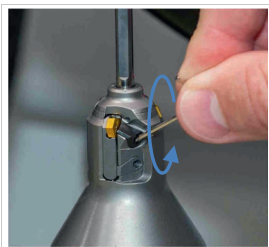

Abb. 10: Spannschraube lösen
2. Die Spannschraube mit einem passenden Winkelschraubendreher lösen, hierzu die Spannschraube **ca. 1½ Umdrehungen** gegen den Uhrzeigersinn drehen (siehe Abb. 10: Spannschraube lösen).